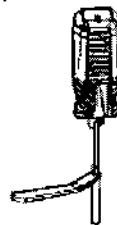

Figura 1
3. Establezca y mantenga la alineación axial del anclaje para suturas con el sitio de inserción taladrado. Gire el anclaje en el sentido de las agujas del reloj dentro del orificio con el dispositivo de inserción, aplicando una tecnica AO con dos dedos. Siga girando el anclaje hasta que este a la misma altura que la corteza osea. La marca laser del eje del introductor se alinea con el extremo proximal de la guía de perforación cuando el anclaje se haya introducido hasta la profundidad adecuada (Figura 1). No se requiere una fuerza excesiva para insertar el anclaje